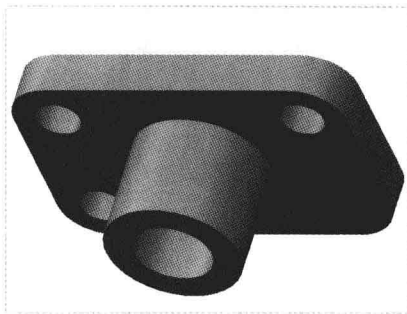

图 7-62 图形文件
Step 01 按【Ctrl+O】组合键,打开图形文件,如图 7-62 所示。